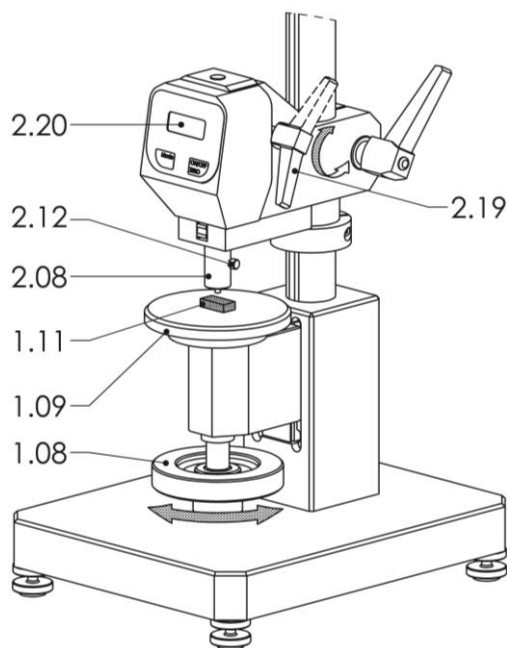

РИС. 9 ИСПЫТАНИЕ НА ТВЕРДОСТЬ
Винт с накаткой (2.12,Рис.9) прижимного цилиндра (2.08,Рис.9) следует ослабить так, чтобы цилиндр (2.08,Рис.9) двигался свободно.
Убедитесь, что образец (1.11,Рис.9) в плоском контакте с опорным столиком в точке испытания во избежание разжатия образца во время испытания на твердость, а следовательно погрешности в измерениях.
Убедитесь, чтобы нагрузочный рычаг (2.19,Рис.9) был в исходном положении (верхний упор).
- Переместите опорный столик (1.09,Рис.9) осторожно вверх с помощью маховика (1.08,Рис.9) пока на дисплее (2.20,Рис.9) не появится "100.0" (исходная позиция измерений).
Показание "100.0" коротко вспыхнет и прозвучит сигнал. Подождите, пока "100.0" не остановится, прежде чем опускать нагрузочный рычаг (2.19,Рис.9). Иначе измерение начнется некорректно.
- Поверните рычаг (2.19,Рис.9) вперед, чтобы он стоял перпендикулярно.
Дисплей (2.20,Рис.9) горит, пока не закончится время измерения.
Затем на дисплее (2.20,Рис.9) отобразится полученное значение, в тоже время прозвучит длинный звуковой сигнал, а полученное значение будет передано на компьютер через интерфейс RS 232.
- Поверните рычаг (2.19,Рис.9) обратно в исходное положение.
- Опустите опорный столик (1.09,Рис.9) вниз с помощью маховика (1.08,Рис.9), пока образец (1.11,Рис.9) не будет лежать свободно (2.20,Рис.9), а показания не будут "0.0".
- Опустите опорный столик (1.09,Рис.9) вниз с помощью маховика (1.08,Рис.9), пока образец (1.11,Рис.9) не будет свободен.
Измерения прерывают, повернув рычаг (2.19,Рис.9) в исходное положение во время измерений. Опорный столик (1.09,Рис.9) опускается маховиком (1.08,Рис.9) пока образец (1.11,Рис.9) не будет свободен. Прозвучит двойной сигнал. На дисплее (2.20,Рис.9) отобразится "0.0 ".
Убедитесь, что маховик (6.01,Рис.9) в исходном положении (упор вверху).